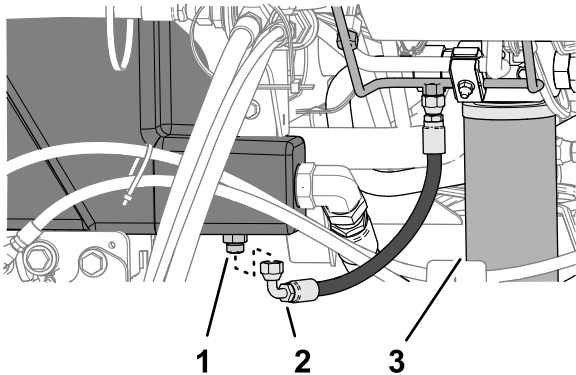

Figura 151
2. Coloque un recipiente de vaciado grande debajo del acoplamiento recto (Figura 151) del depósito hidráulico; consulte Capacidad de fluido hidráulico \(página 84\).